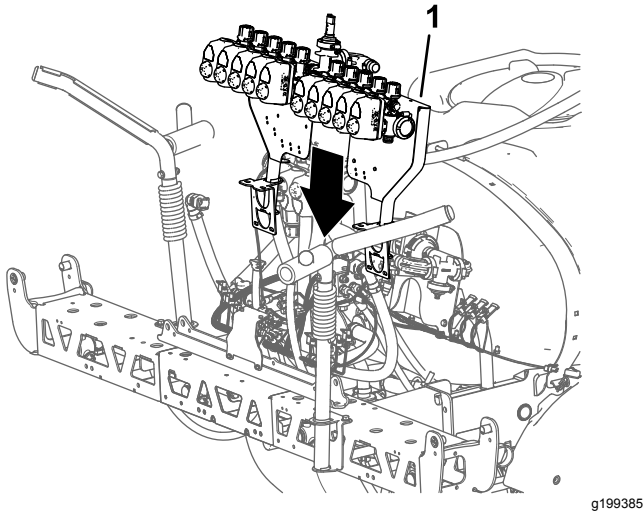

Figure 107
1. Avec un matériel de levage de la capacité de levage spécifiée, soulevez le support de vannes et le bloc de vannes de pulvérisation et alignez-le au-dessus de la section de pulvérisation centrale (Figure 107).